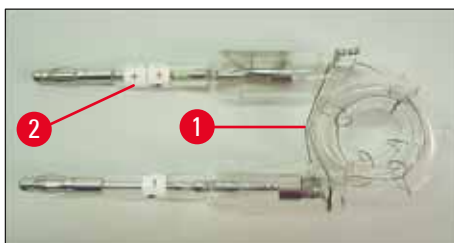
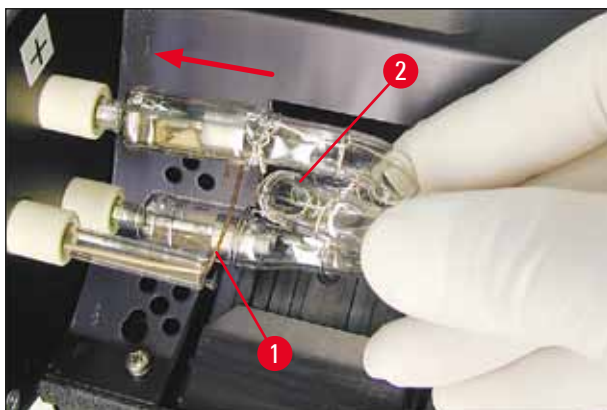

Fig. 21
Fig. 23
2. Inserire la nuova lampada (→ "Fig. 21") nello zoccolo (→ "Fig. 20-3"); quindi spingerla delicatamente verso l'interno, fino a quando non si ferma (→ "Fig. 23") (il contrassegno della polarità (+) non deve più risultare visibile). Se necessario, muovere delicatamente la lampada verso l'alto e verso il basso.